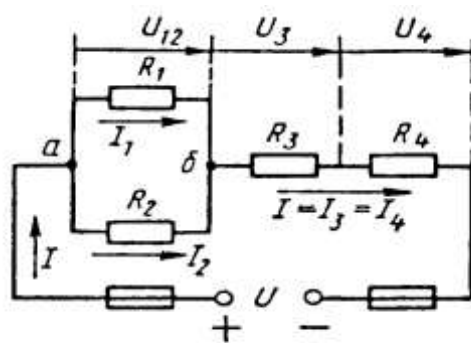

Рис. 1
Условие задачи. Цепь постоянного тока со смешанным соединением состоит из четырех резисторов. Заданы схема цепи (рис. 1), значения сопротивлений резисторов:
2) обозначим токи I_1, I_2, I_3, I_4 на (рис. 1) стрелками и определим их значения из формулы мощности:
Объясним некоторые способы проверки результатов решения. Применение первого закона Кирхгофа. Формулировка закона: алгебраическая сумма токов в узловой точке равна нулю. Математическая запись для узла б схемы цепи рисунок 1: $I_1 + I_2 = I \text{ или } I_1 + I_2 - I = 0$ Применение второго закона Кирхгофа. Формулировка закона: во всяком замкнутом контуре электрической цепи алгебраическая сумма ЭДС $\sum E$ равна алгебраической сумме падений напряжений $\sum I \cdot R$ на отдельных сопротивлениях этого контура. В замкнутом контуре (рис. 1) приложенное напряжение U (аналогично ЭДС при внутреннем сопротивлении источника тока, равном нулю) и падения напряжения $U_{12} = I \cdot R_1; U_3 = I \cdot R_3 \text{ и } U_4 = I \cdot R_4$ Обходя контур по направлению тока (в данном случае по часовой стрелке), составим уравнение по второму закону Кирхгофа: $U = U_{12} + U_3 + U_4$ Подсчет баланса мощности. Общая мощность цепи равна сумме мощностей на отдельных резисторах. Для схемы цепи (рис. 1) $P = P_1 + P_2 + P_3 + P_4$: так как $P = I^2 \cdot R$ или $P = U^2/R$, то $P = I^2 R_1 + I^2 R_2 + I^2 R_3 + I^2 R_4$ или $P = U_{12}^2/R_1 + U_{12}^2/R_2 + U_3^2/R_3 + U_4^2/R_4.$ Если проверку решения проводить путем сравнения результатов решения другими способами, то в данном случае вместо определения тока из формулы $P = I^2 \cdot R_{\text{эк}}$ можно было найти напряжение $U = \sqrt{P R_{\text{эк}}} \text{ из } P = U^2/R_{\text{эк}},$ а затем $I = U/R_{\text{эк}}$ по формуле закона Ома. Критерии оценки: - точность расчетов; объем выполненных заданий, оформление.